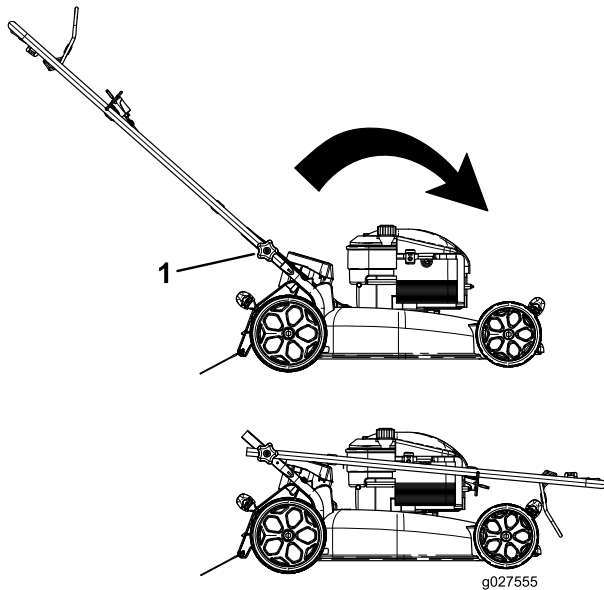

Figure 32
1. Desserrez les boutons du guidon jusqu'à ce que le guidon bouge librement (Figure 32).
1. Bouton du guidon (2)
2. Pliez le guidon en avant comme indiqué à la (Figure 32).